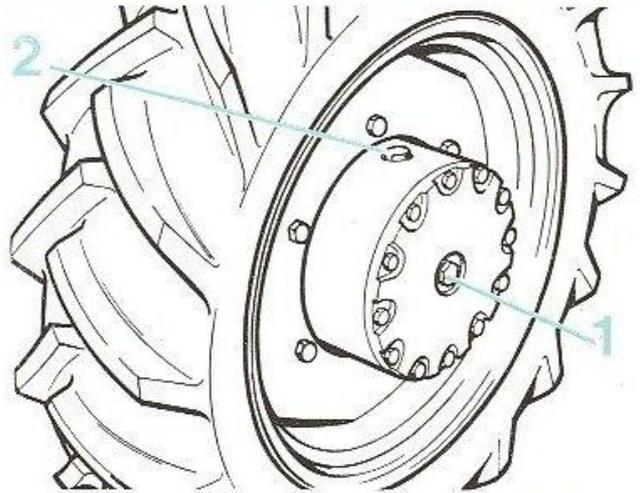

FIG. 5
Après avoir fait tourner le réducteur de façon à maintenir le bouchon (2) en position haute (fig. 5), faire le plein à l'aide de 1,75 litre d'huile **FIAT AMBRA 20 W-40** ou **MOBILAND UNIVERSAL 20 W-40** ; l'huile doit affleurer au niveau de l'orifice central.